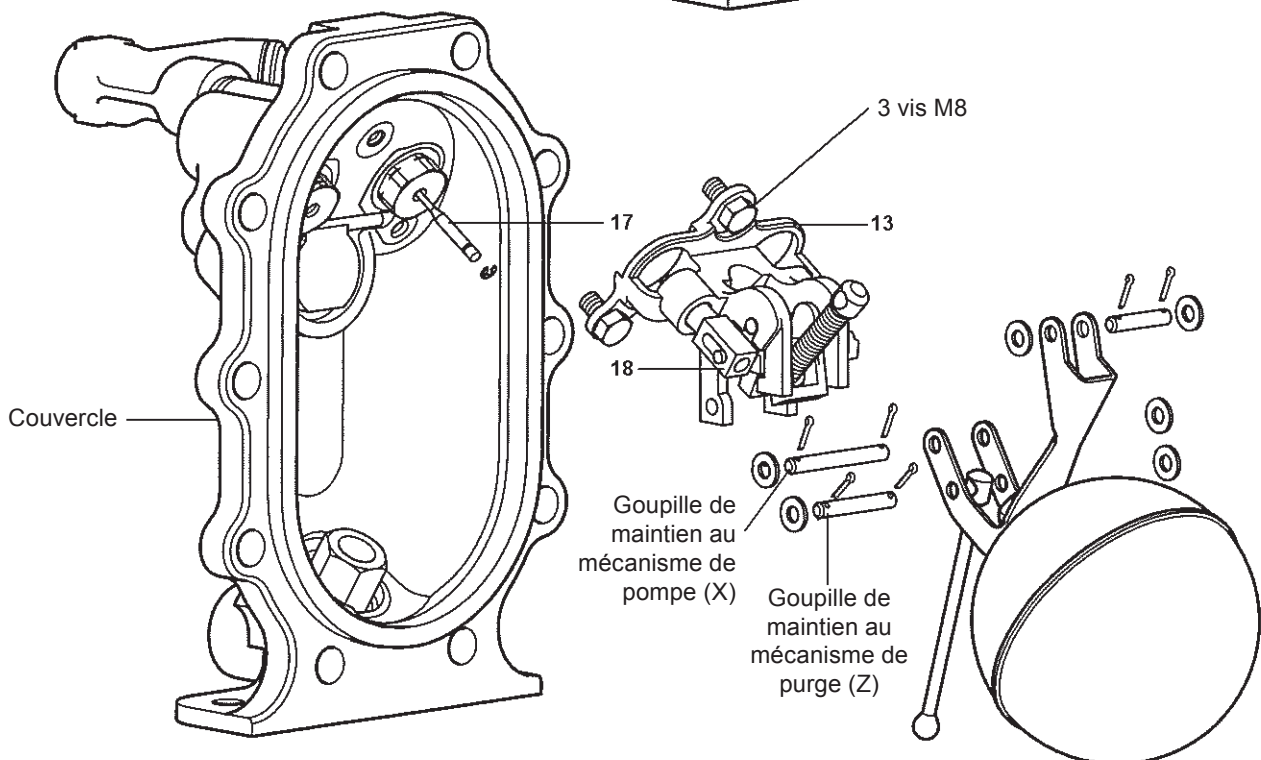

Fig. 21
4. Retirer la goupille fendue et la rondelle du bout de la goupille de maintien du mécanisme de purge (Z).
6. Retirer la goupille fendue et la rondelle de la goupille de maintien du mécanisme de pompe (X).
7. Il n'est pas nécessaire d'enlever tous les crochets de la pompe (13) du couvercle, pour retirer la goupille de maintien du mécanisme de pompe (X). Elle peut être retirée en dévissant les 3 vis M8 et **retirer le circlip de la soupape d'admission** (17). Enlever la goupille de maintien du mécanisme de pompe (X).
10. Pour remonter les nouvelles goupilles, suivre l'ordre donné ci-dessous : (Fig. 21).